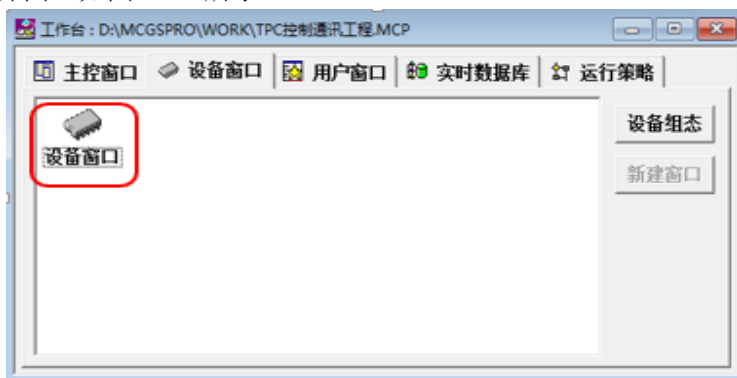

图 3.2.1
- 点击工作台上的设备窗口标签，打开设备窗口，在设备窗口出现的图标上双击可进入设备窗口编辑界面。如图 3.2.1 所示。